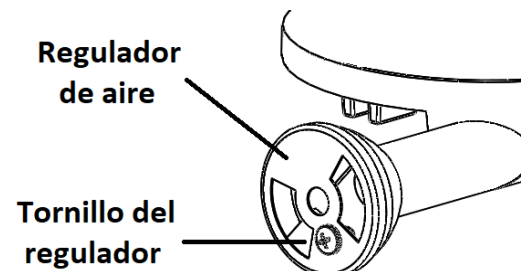

Fig. 7
3. Desatornille los sujetadores del regulador de aire de los quemadores sin retirar por completo el tornillo (fig. 7).